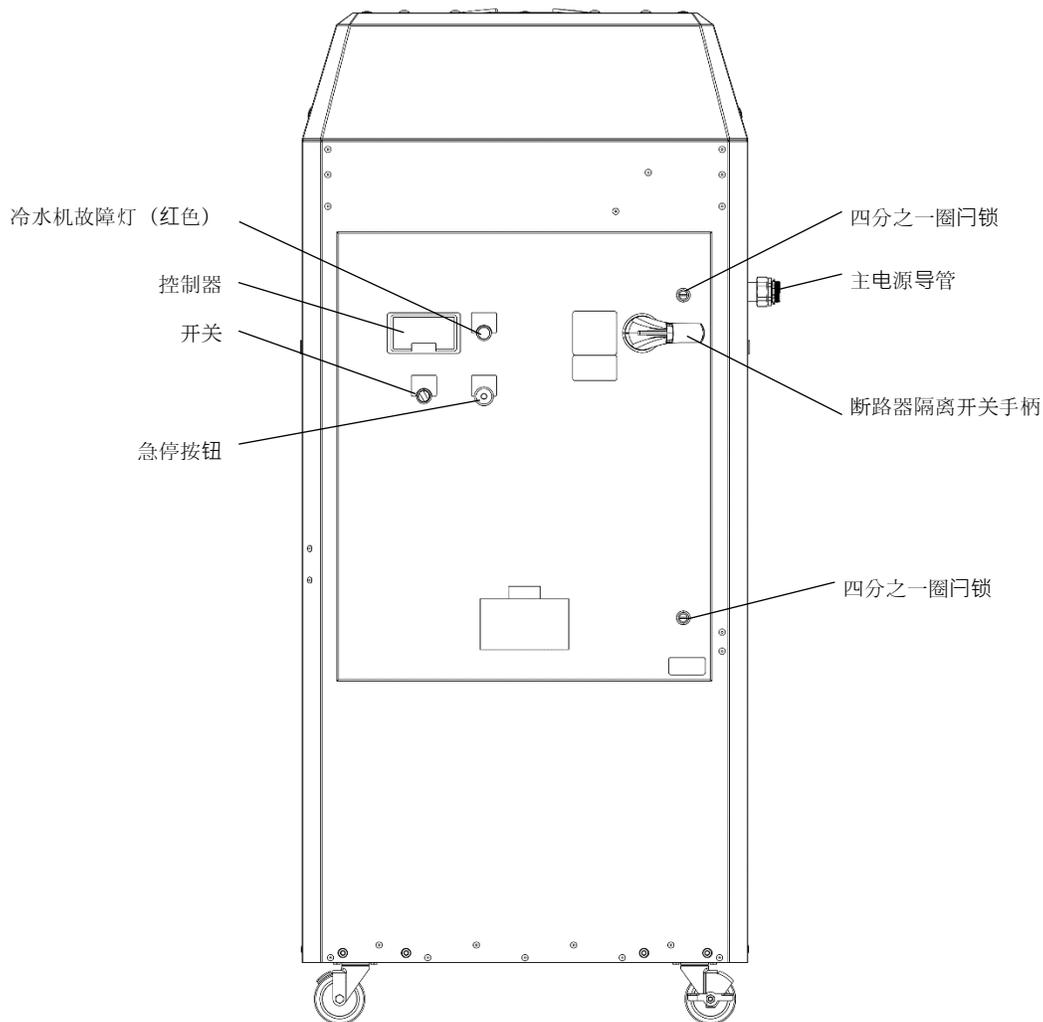

图7：冷水机电气外壳侧
也可在电气外壳前面的冷水机数据标签上找到此信息（请参见图7，未显示数据标签）。
按照以下步骤将适当的三相电源连接到冷水机的主断路器隔离开关。冷水机的电气外壳右侧配有 1-3/8 英寸导管配件（请参见图 7）以方便进行电源连接。
1. 将主断路器隔离开关手柄转至 OFF 位置以打开电气外壳，用平头螺丝刀将门锁松开四分之一圈（请参见图 7）。